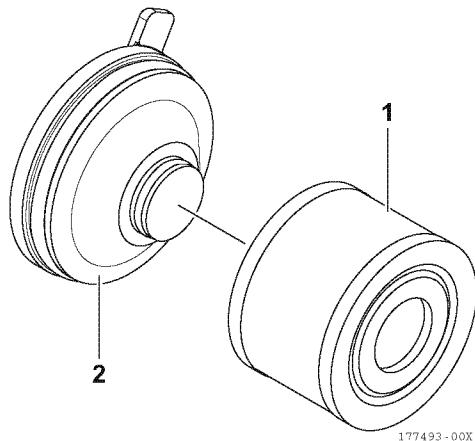

Figure 21
12. Installez la nouvelle cartouche filtrante (1, **Figure 21**) sur le couvercle (2, **Figure 21**).